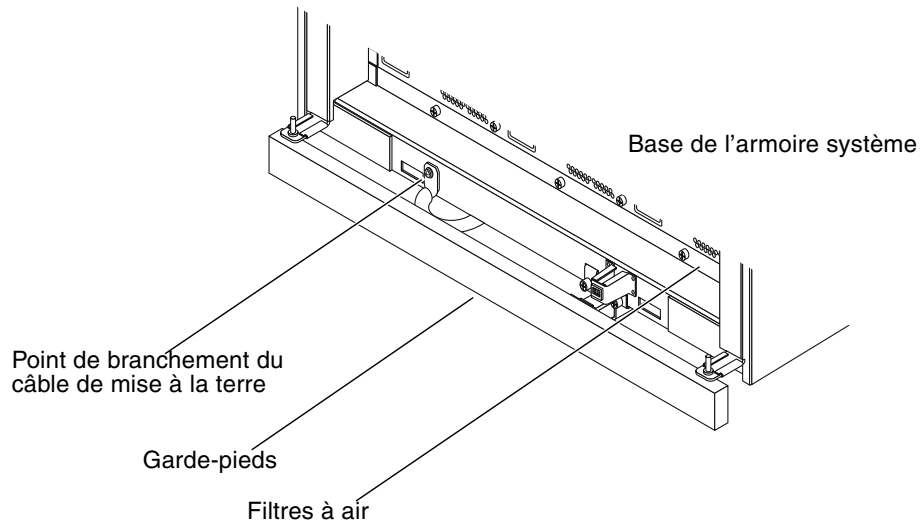

FIGURE 3-4 Point de branchement du câble de mise à la terre sur l'armoire système
3. Branchez le câble de mise à la terre au système, derrière le garde-pieds situé au bas du cadre, comme illustré dans la FIGURE 3-4.